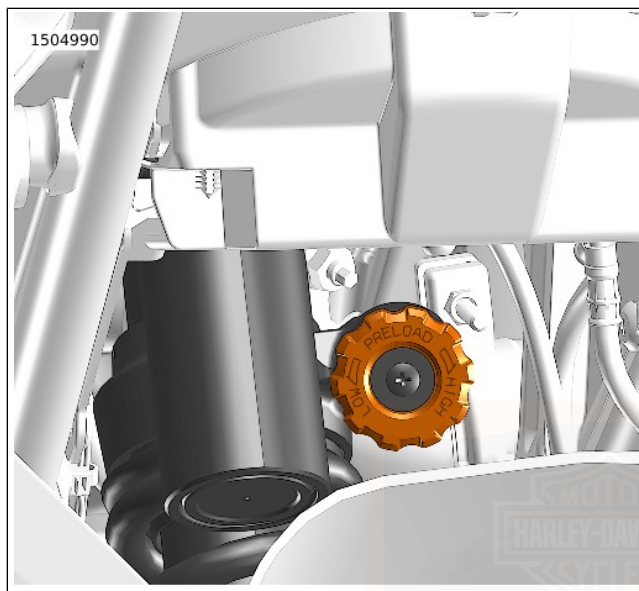

Abbildung 20. Vorspannungseinsteller
1. Siehe Abbildung 20. Den Einstellknopf für die Vorspannung zum Erhöhen der Vorspannungseinstellung im Uhrzeigersinn in Richtung HIGH (hoch) drehen oder zum Verringern der Vorspannungseinstellung gegen den Uhrzeigersinn drehen, bis die gewünschte Einstellung erreicht ist.
3. Siehe Abbildung 20. Den Einstellknopf für die Vorspannung auf die gewünschte Anzahl Klicks einstellen.